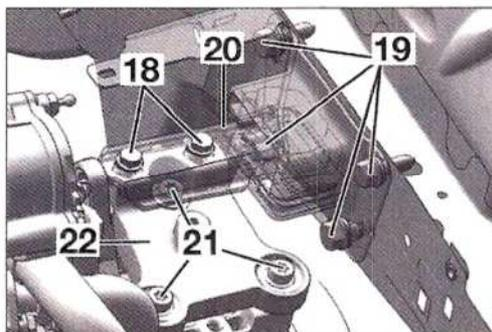

FIG. 11
- El tornillo (18) y (19) (Fig.11).